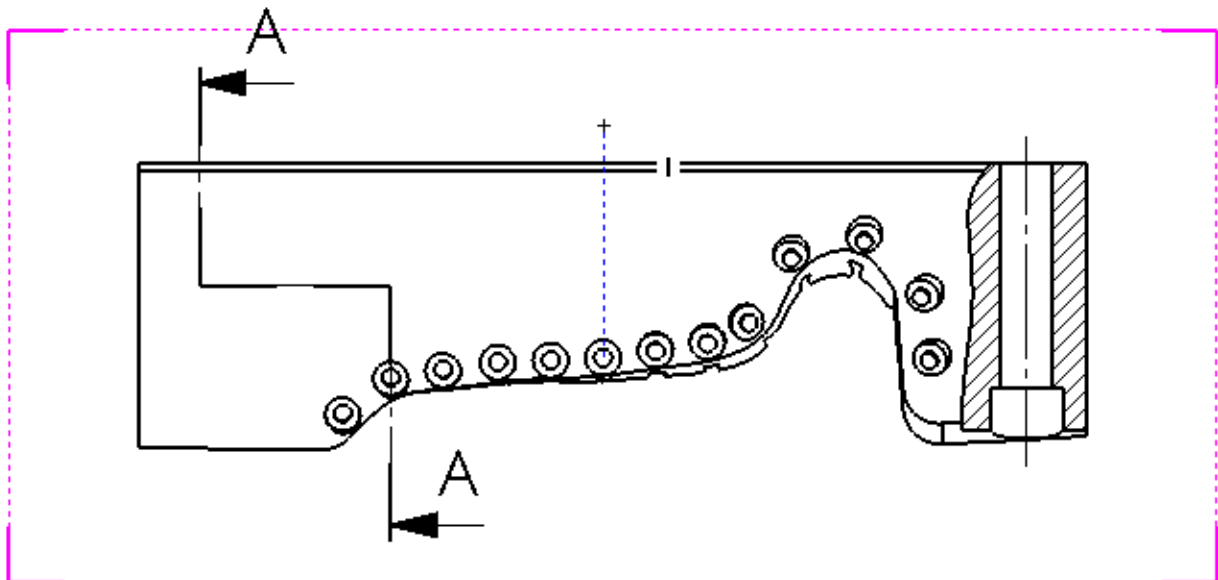

Рис. 29
3. Затем отведите курсор вверх таким образом, чтобы появились значок взаимосвязи **Вертикальность** (между точкой расположения курсора и центром отверстия) и линия формирования, связывающая их (рис. 29):